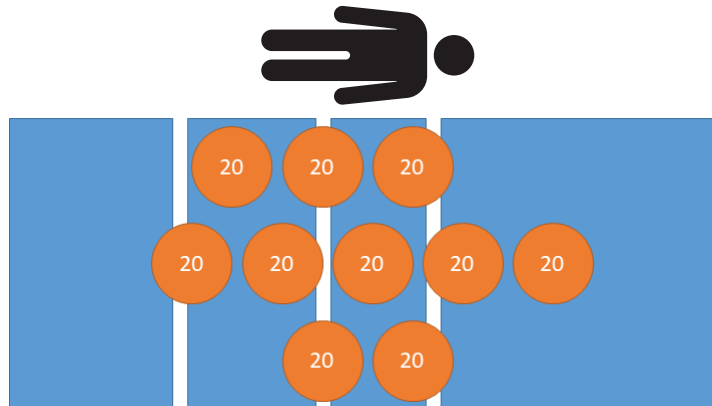

Abbildung 25 – Wiederholbarkeitsprüfung – 200 kg
1. Mit kalibrierten Gewichten 200 kg auf das Produkt legen (Abbildung 25).